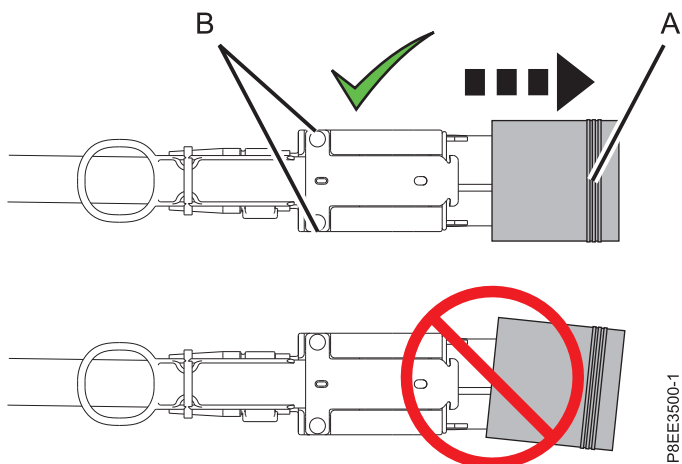

Figure 20. Retrait du capot de protection du connecteur sur le câble de tiroir d'extension
- b. Retirez le capot de protection du connecteur sur le câble de tiroir d'extension. Tenez le boîtier du câble (**B**) par ses bords courts avec l'index et le pouce d'une main. Saisissez ensuite le capot de protection par son bord long (**A**) avec l'index et le pouce de l'autre main et tirez dessus pour l'extraire. Voir figure 20, à la page 28.